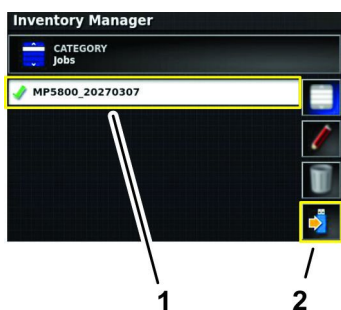

Bild 90
7. Tippen Sie im Bildschirm des Bestandsmanagers auf das/die Symbol(e) der Jobinformationen, die Sie auf die andere Maschine übertragen möchten (Bild 90).
8. Tippen Sie auf das Symbol Ausgewählte Elemente speichern (Bild 90).